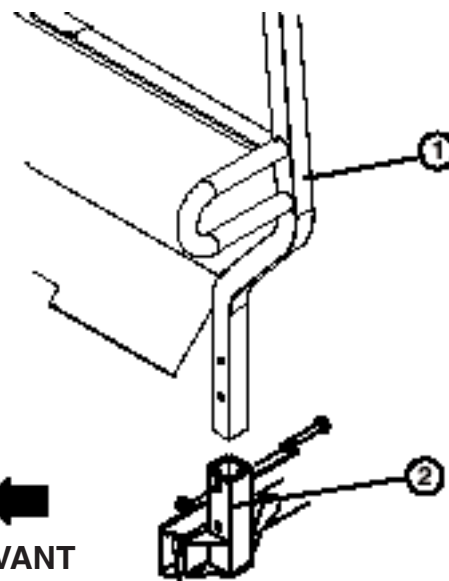

Figure 6
Montage de la protection anti-retournement (ROPS) (Fig. 6)
1. Insérez chaque côté de la protection dans le support de chaque côté du bâti du véhicule, et positionnez la protection comme illustré à la Figure 6.
2. Fixez chaque côté de la protection anti-retournement aux supports à l'aide de (2) vis de 1/2-13 x 3" et contre-écrous.